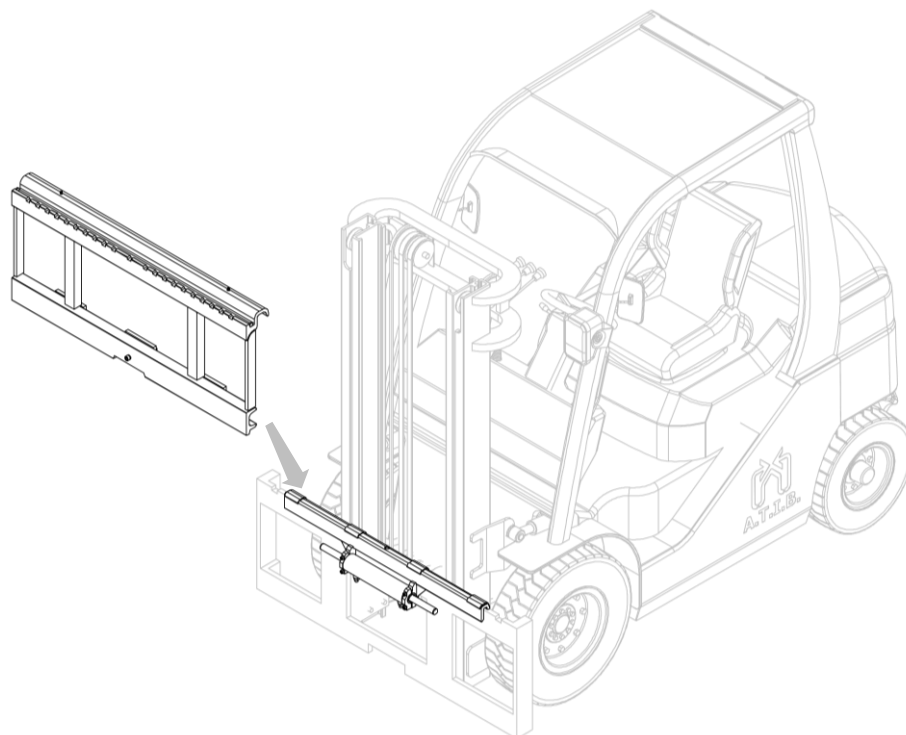

Figura 9
7. Agganciare l'attrezzatura con un carroponete o un paranco di portata sufficiente e posizionarla sul doppio gancio, avendo cura di posizionarla in modo corretto (*Figura 9*).